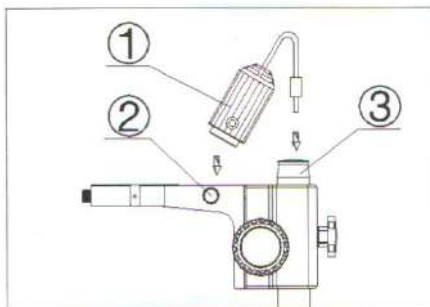

Рисунок 6
1. Выпуклую часть блока освещения (1) вставьте в основание по направлению винта блокировки (2). Затяните винт. (см. рисунок 6).
2. Вставьте штепсель в разъем (3).